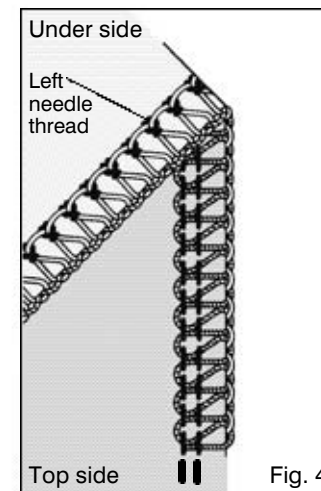

Fig. 4
When not using convertor, insert it deep and keep as illustrated in Fig. 4.
Quando non utilizzate il convertitore inseritelo in profondità come illustrato nella fig.4.
Loops may hang off the edge, when you sew with lightweight fabric using 3 threads (right needle only), and setting cutting width dial at 4 - 5 (Fig. 3). In such a case change the stitch finger (A) to (B) to get neat stitching (Fig. 4).
In questo caso cambiate la guida punto da (A) a (B) per ottenere una cucitura regolare (fig.4).